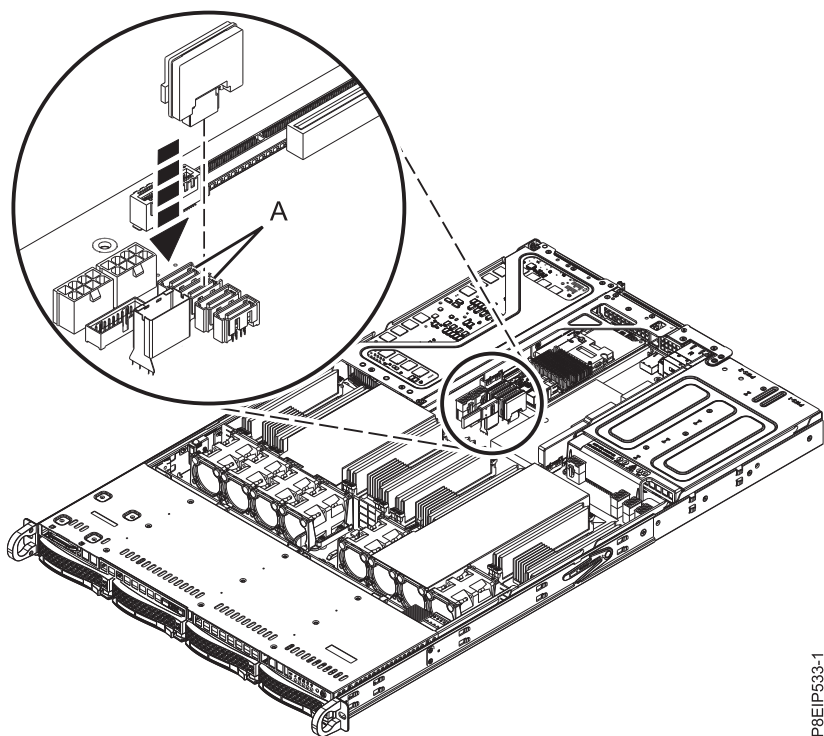

Figura 14. Instalando um DOM
2. Instale o DOM no painel traseiro do sistema, nas posições **(A)**, conforme mostrado na Figura 14 na página 16. Dependendo do modelo DOM, você também pode ter que conectar um pequeno cabo de energia para o DOM. Assegure-se de que ligar os conectores adequadamente.